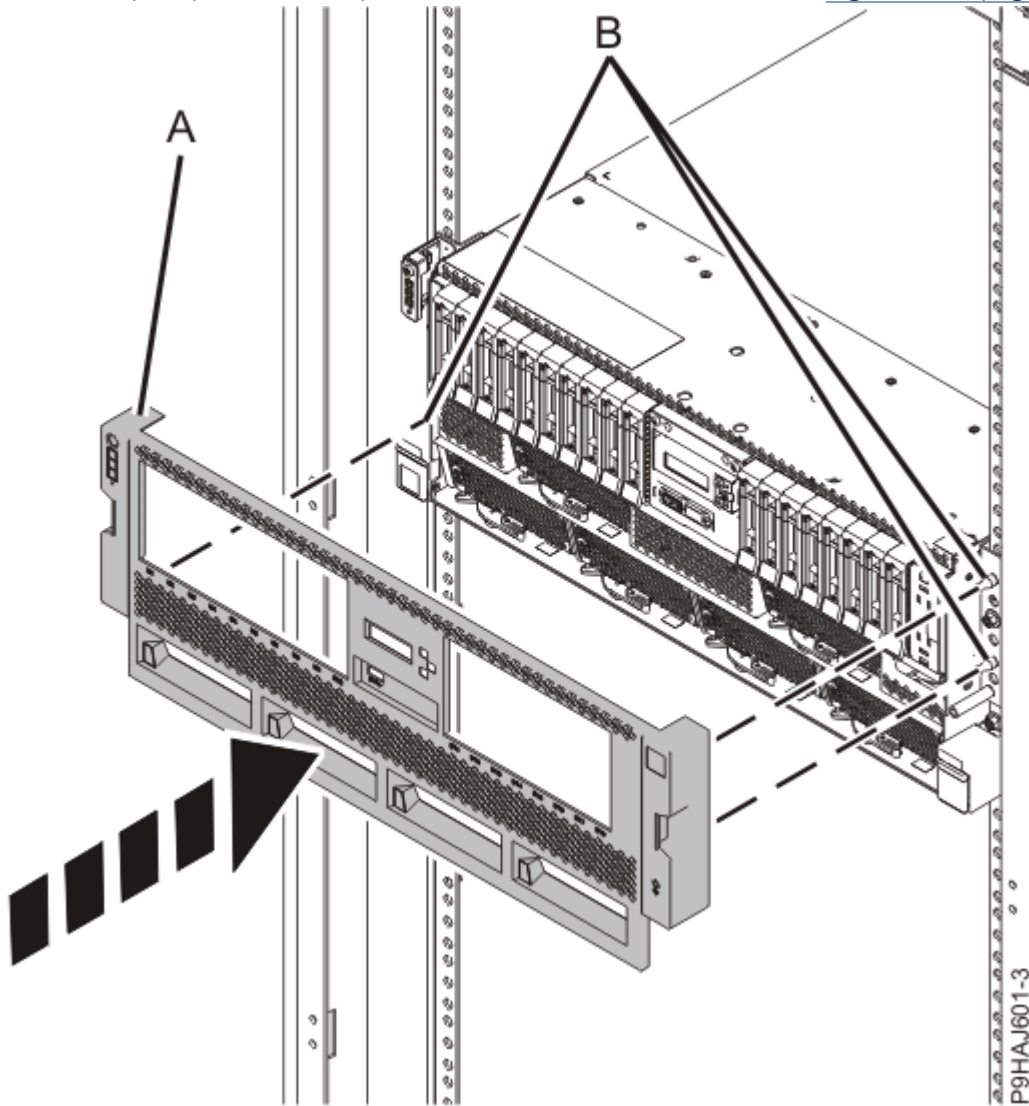

Figura 12: Instalando a tampa frontal
- A tampa possui indentações pelas quais é possível segurá-la mais facilmente. Use os pinos de alinhamento **(B)** para prender a tampa no sistema, conforme mostrado em Figura 12 na página 15.